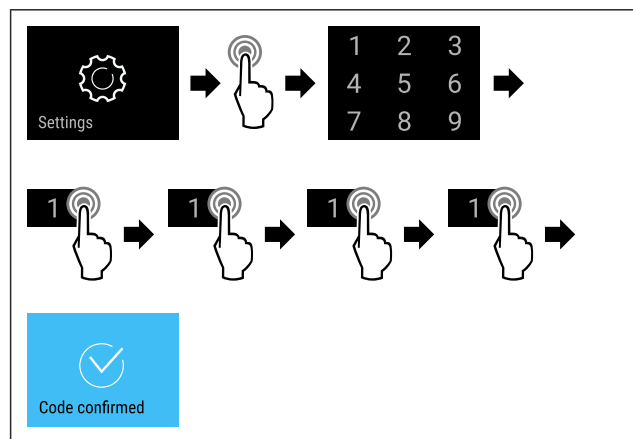

Fig. 90
- Handlungsschritte (siehe Fig. 90) durchführen.